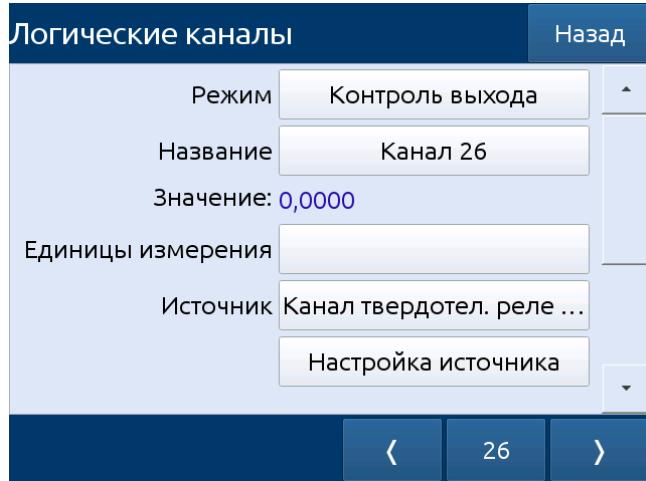

Рисунок 2.55
Источником для режима «Контроль выхода» могут быть (в том же порядке, как в списке устройств - см. рисунок 2.55):
- выходные модули, установленные в соответствующие слоты (см. рисунок 2.55). Информацию о выходных модулях см. в п. 2.16.2 «Встроенные выходы»;